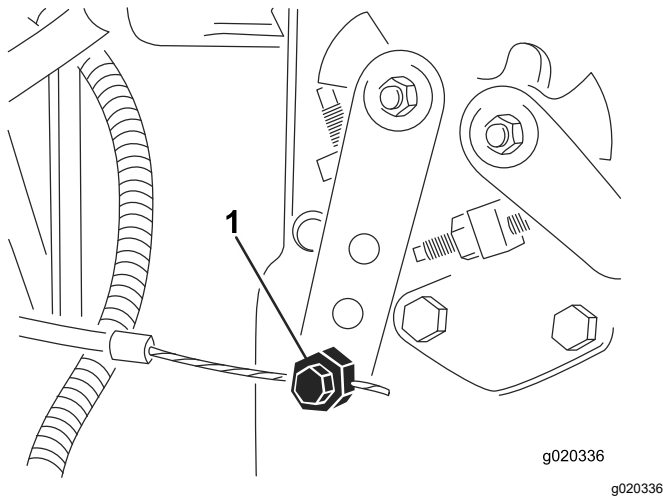

Figura 90
4. Afloje el conector del cable del acelerador en la palanca de la bomba de inyección (Figura 90).